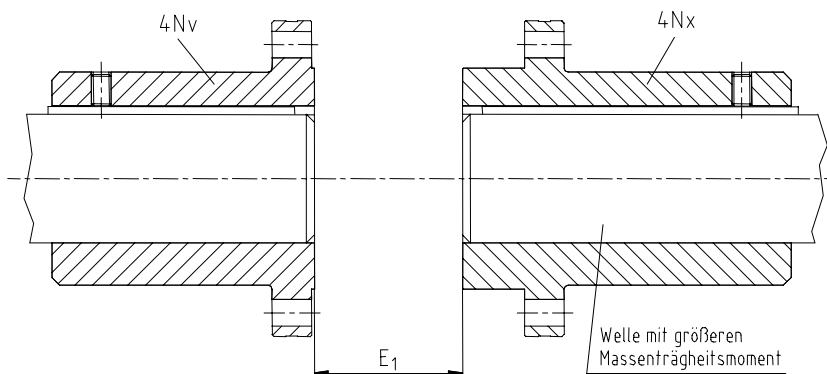
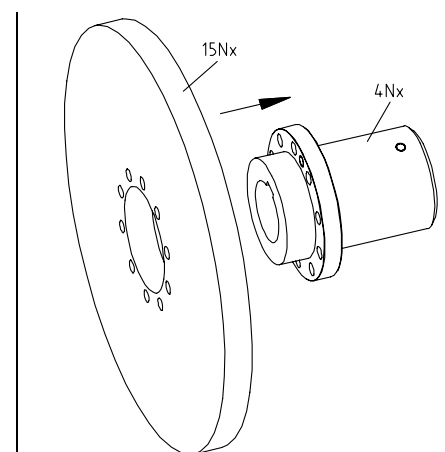

Bild 3
Bild 4
- Montieren Sie die Kupplungsflansche (4Nv/4Nx) auf die Welle der An- und Abtriebsseite. Der Kupplungsflansch (4Nx) für die Montage der Scheibenbremse (15Nx) ist auf das Wellenende zu setzen, an dem das größere Massenträgheitsmoment wirksam wird (siehe Bild 3).
- Die Innenseiten der Kupplungsflansche (4Nv/4Nx) müssen bündig mit den Stirnseiten der Wellen abschließen (siehe Bild 3).
- Verschieben Sie die Aggregate in axiale Richtung, bis das E₁-Maß erreicht ist (siehe Bild 3).
- Sichern Sie die Kupplungsflansche (4Nv/4Nx) durch Anziehen der Gewindestifte (5) DIN 916 mit Ringschneide oder durch eine Endscheibe.
- Schieben Sie die Scheibenbremse (15Nx) auf den Zentrieransatz des Kupplungsflansches (4Nx) (s. Bild 4).